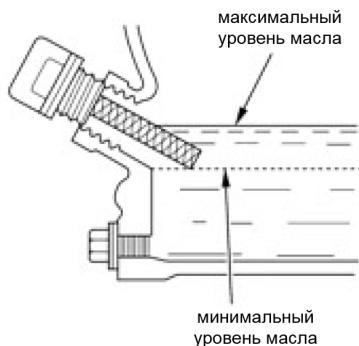

Рис.16
- Извлеките крышку/щуп заливного отверстия и начисто протрите её (рис.16)
Нормальным считается, когда масло находится на уровне нижнего края заливной горловины (А) Рис.16.